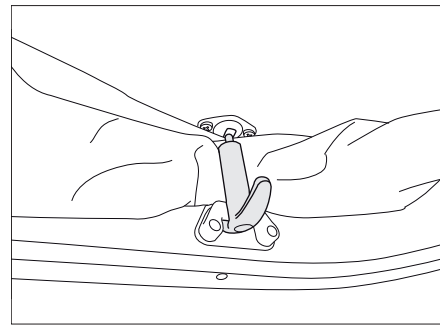

Bild 65 Sicherung Hubdach
- Sicherungen (Bild 65) durch Ziehen lösen.
- Sicherungen (Bild 65) leicht nach unten ziehen und einhaken.